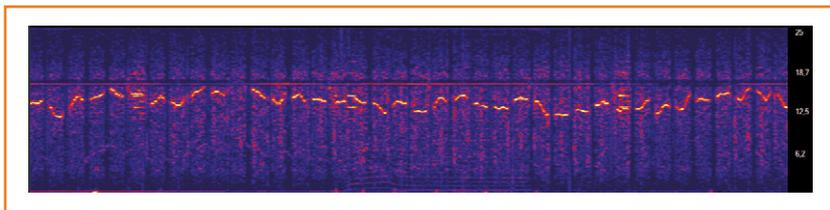

Bild 6.
- Klicken Sie nun erneut auf *Start FFT*. Nach einer leichten Reduzierung der Helligkeit mit dem zweiten *Brightness*-Schieber von oben sieht man das neue Ergebnis: Gleich lange Sinustöne kurzer Dauer (**Bild 6**), die sich in ihrer Frequenz permanent ändern.